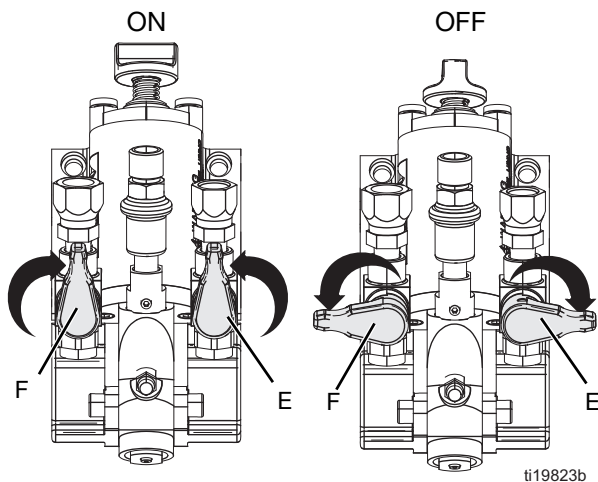

FIG. 5 Valvole di intercettazione
Vedere FIG. 5.
5. Chiudere le valvole di intercettazione del materiale (E, F). Vedere FIG. 5.